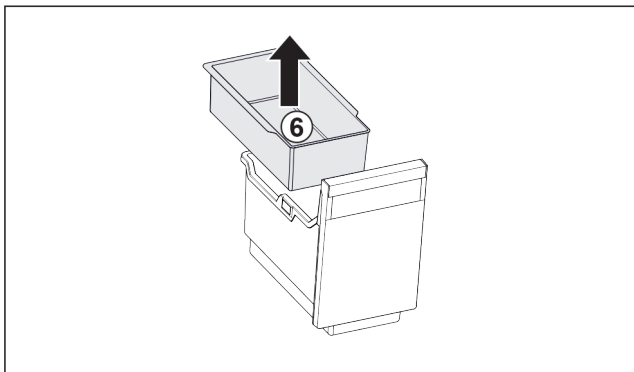

Fig. 101
- ▶ Извадете окачващата се поставка Fig. 101 (6).